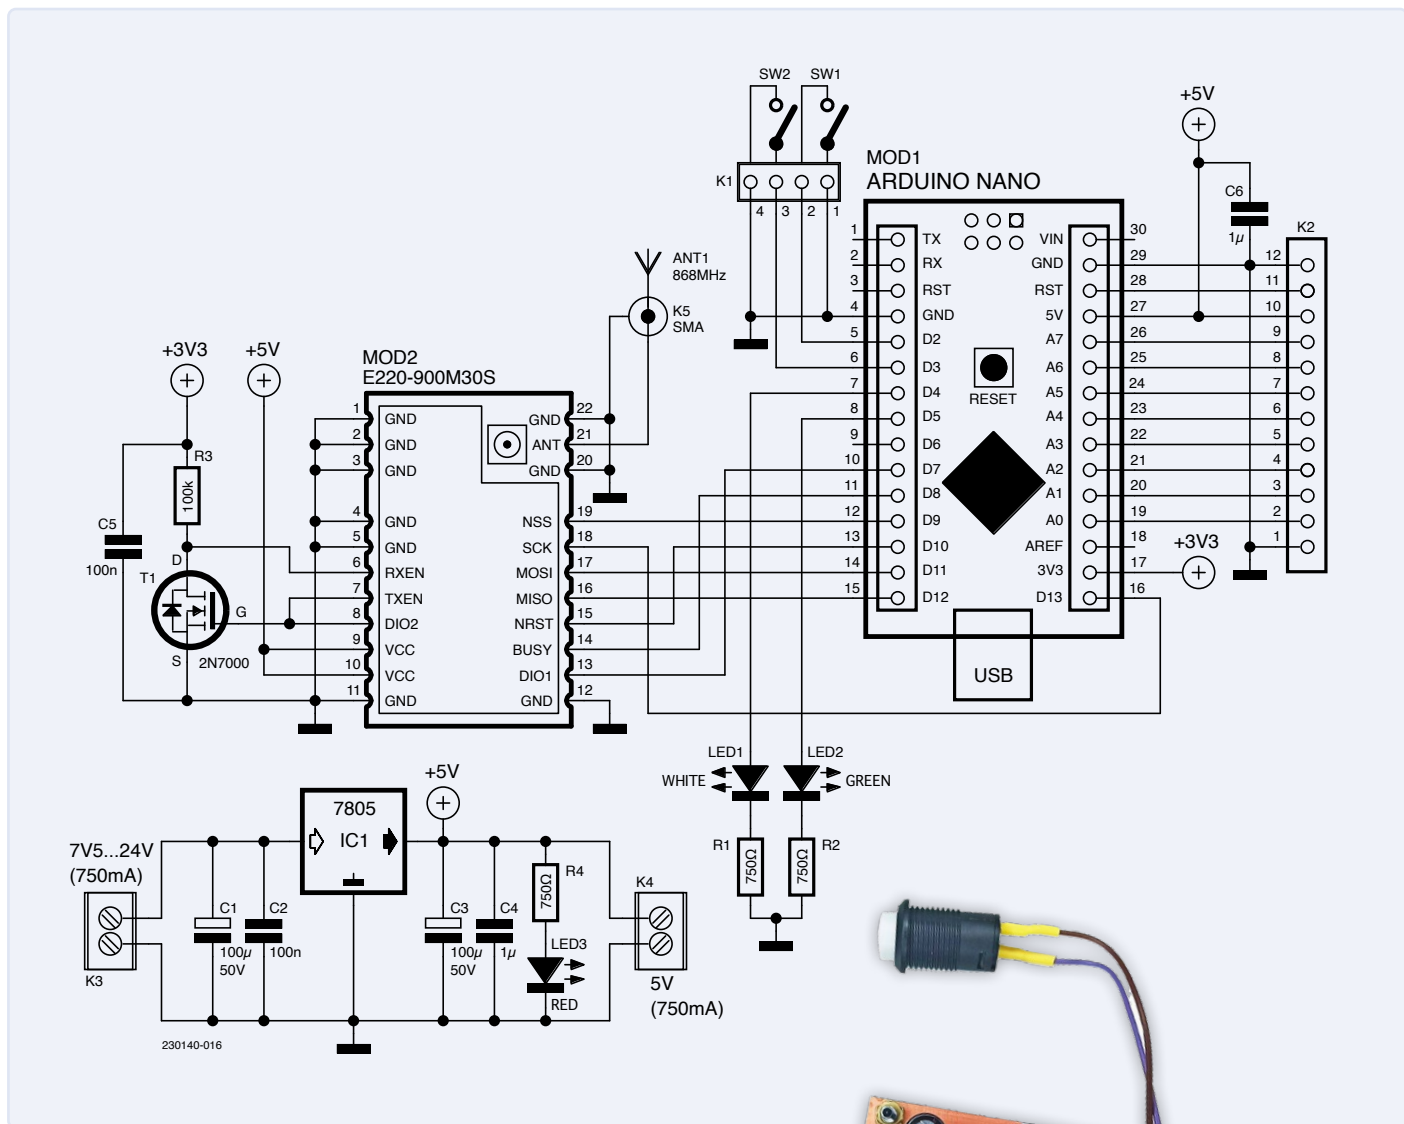

Figure 1. Le schéma du couteau suisse LoRa.
Le schéma (**figure 1**) se résume aux liaisons entre l'Arduino Nano et le module E220-900M30S avec un régulateur de tension et une LED confirmant la présence du +5 V et deux autres LED indiquant une émission (TX) ou une réception (RX).